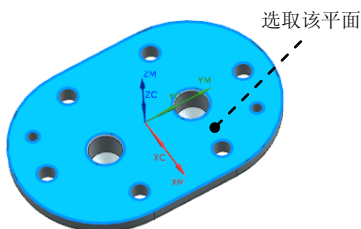

图 19.6 选取面
(1) 单击“定心钻”对话框 **指定孔** 右侧的  按钮，系统弹出“点到点几何体”对话框，单击 **选择** 按钮，系统弹出“点位选择”对话框，单击 **面上所有孔** 按钮，系统弹出“选择面”对话框。
(2) 在图形区选取图 19.6 所示的面，单击分别单击“选择面”对话框与“点位选择”
Step2. 指定顶面。单击“定心钻”对话框中 **指定顶面** 右侧的  按钮，系统弹出“顶面”对话框；在“顶面”对话框中的 **顶面选项** 下拉列表中选择 **面** 选项，然后选取图 19.6 所示的面；单击“顶面”对话框中的 **确定** 按钮，返回“定心钻”对话框。